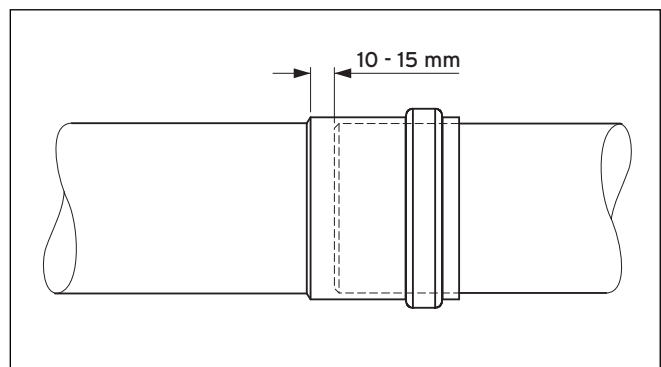

Fig. 5.6 Collegamento corretto dei tubi
- Per ogni collegamento lasciare 1 cm di gioco, vedere fig. 5.6.